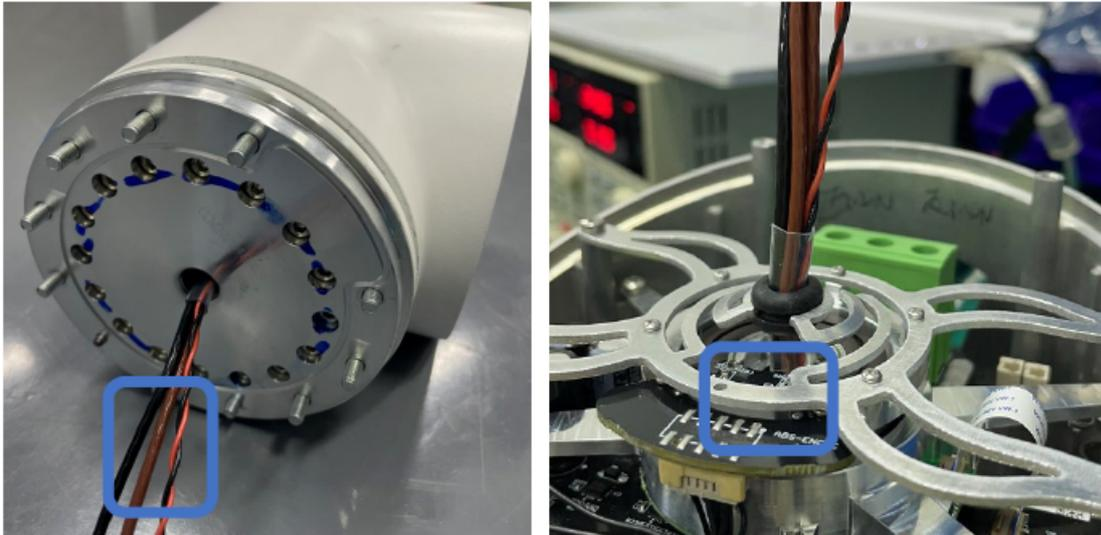

图 3-17: 线缆穿到关节上
- 穿线：关节上的线缆和关节首先应注意对应，不能装错，还应注意线缆方向，将线缆从法兰轴一侧穿入，从端盖一侧穿出，穿至指定位置（此位置应使法兰轴端面 and 束线架端面均有热缩管），如图 3-17 所示；